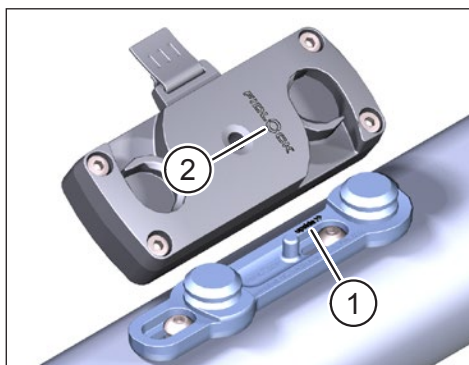

Fig. 2: Oriëntatie van FIDLOCK® Bike Base en FIDLOCK® Force Connector
- Let bij de montage op het opschrift „**upside >>**” dat op de FIDLOCK® Bike Base is gegraveerd (Pos. 1 in Fig. 2). De bovenrand van het FIDLOCK® logo (Pos. 2 in Fig. 2) op de FIDLOCK® Force Connector moet in de richting van de pijl van „**ondersteboven >>**” wijzen.